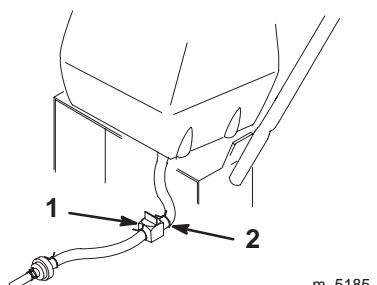

Bild 37
2. Schliessen Sie den Kraftstoffhahn unter dem Kraftstofftank (Bild 37).
3. Drücken Sie die Enden der Schlauchschellen zusammen und schieben sie an der Kraftstoffleitung weg vom Kraftstoffhahn (Bild 37).
4. Ziehen Sie die Kraftstoffleitung vom Kraftstoffhahn (Bild 37). Öffnen Sie den Kraftstoffhahn und lassen das Benzin in einen Benzinkanister oder ein Auffanggefäß ablaufen.
6. Öffnen Sie den Kraftstoffhahn unter dem Kraftstofftank (Bild 37).
7. Prüfen Sie auf Kraftstoffflecks und reparieren solche bei Bedarf (Bild 37).